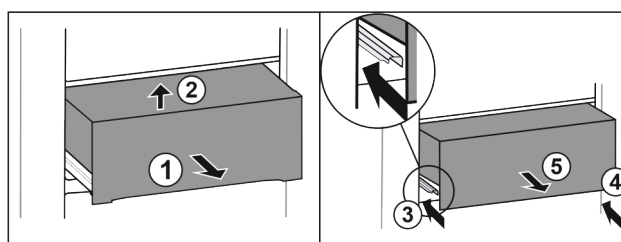

Fig. 31
- ▶ Schubfach halb herausziehen *Fig. 31 (1)*.
- ▶ Vorne anheben *Fig. 31 (2)*.
- ▶ Linke Schiene einschieben *Fig. 31 (3)*.
- ▶ Rechte Schiene einschieben *Fig. 31 (4)*.
- ▶ Schubfach nach vorne entnehmen *Fig. 31 (5)*.